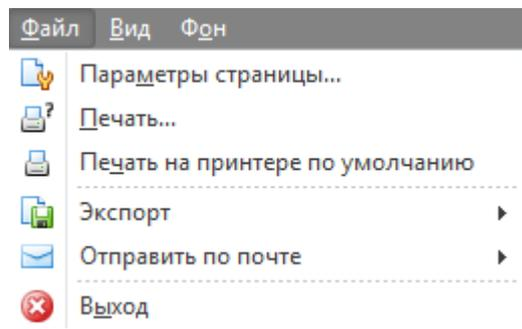

Рисунок 111
9.1 Контекстное меню Файл (рис.111)